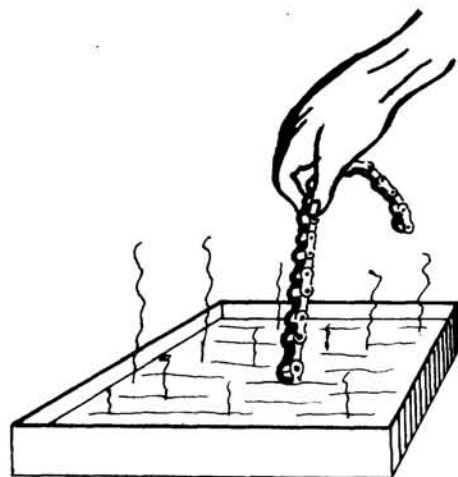

Fig. 6
- a Introduzca la cadena en aceite caliente hasta impregnar todas sus partes (fig. 6).